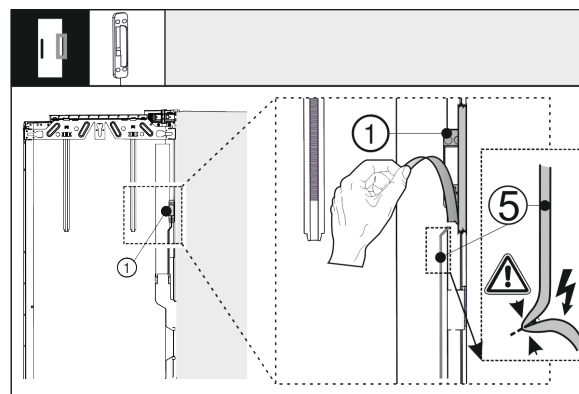

Fig. 40
- ▶ Maak de klopsensor Fig. 40 (1) van de buitendeur los. Beschadig de verbindingkabel Fig. 40 (5) niet.